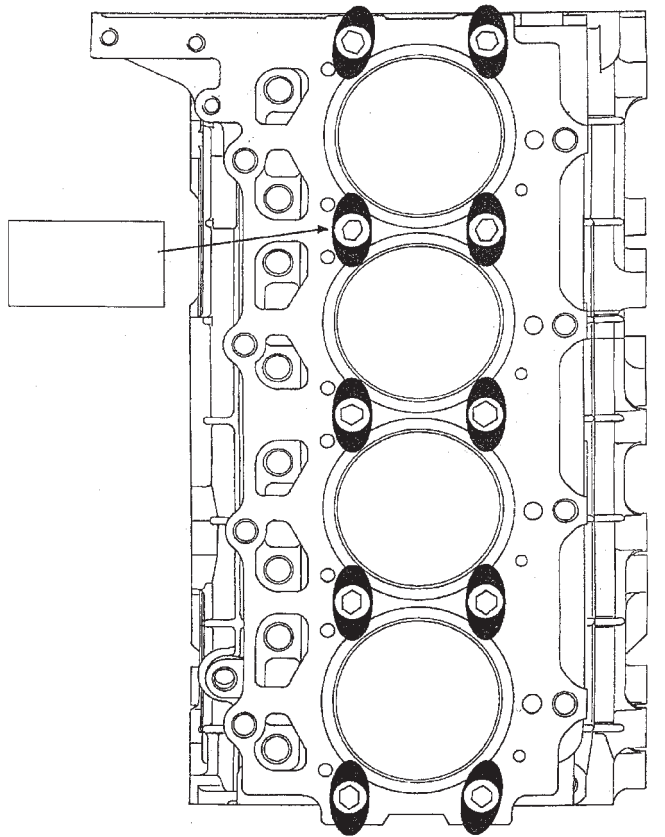

Fig. 73 Localização da Braçadeira da Camisa
(7) Lubrifique o localização inferior da camisa no bloco. Aplique LOCTITE AVX no canto da sede da camisa. Aplique LOCTITE AVX uniformemente na parte superior da camisa na área.
(8) Instale as camisas no cárter certificando-se de que o calço está posicionado corretamente na sede. Prenda as camisas na posição usando a ferramenta especial (VM-1016) e parafusos (Fig. 73). Limpe o LOCTITE residual da superfície superior do compartimento do bloco.
(9) Verifique novamente a protusão da camisa. Deve ser de 0,01 - 0,06 mm.